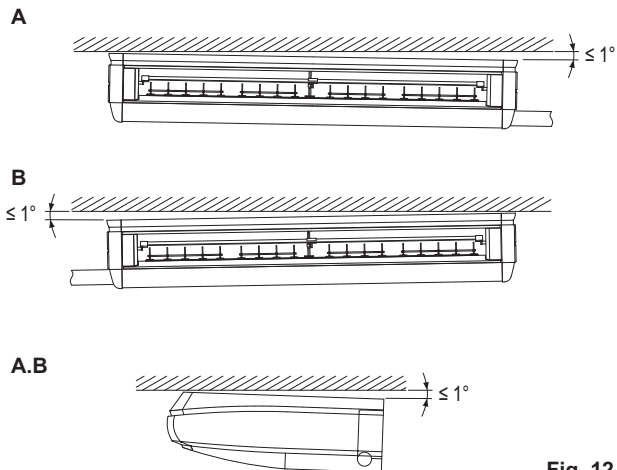

Fig. 12
- (5) Kur të varni njësinë e brendshme, sigurohuni të përdorni nivelin për të pasur një kullim më të mirë dhe për ta montuar njësinë horizontalisht. Gjithashtu, nëse është e mundur në vendin e montimit, kryeni montimin në mënyrë të tillë që ana e tubit të kullimit të jetë paksa më e ulët. (Shihni fig. 12)